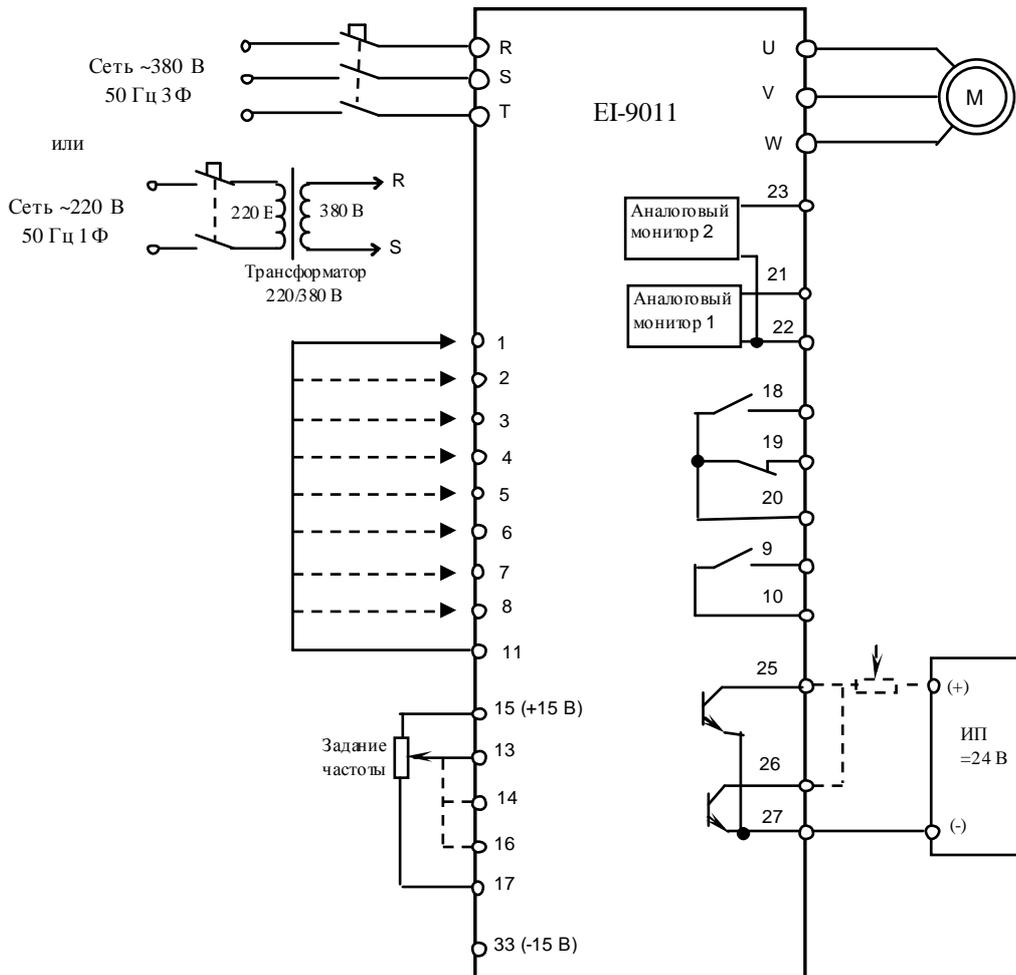

Рис. 4.14. Диагностика цепей у управления преобразователя EI-9011.
4.18.18. Отсоединить потенциометр от клемм 15, 16, 17 и присоединить его к клемме 25 и к источнику питания =24 В, как показано на рис. 4.14. Включить источник питания. При помощи мультиметра в режиме измерения постоянного напряжения  $V=$  измерить напряжение между клеммами 25 и 27 – должно быть  $24\pm 2$  В.